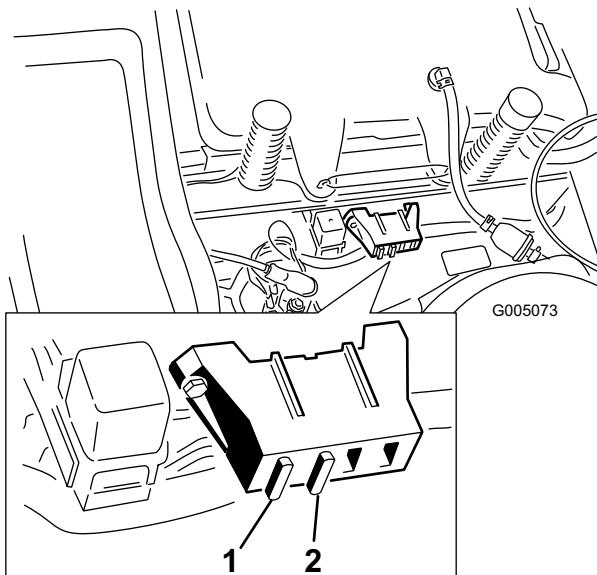

Figure 31
1. Soulevez le siège pour accéder au porte-fusibles (Figure 31).
2. Pour remplacer un fusible, tirez dessus pour l'enlever (Figure 31).